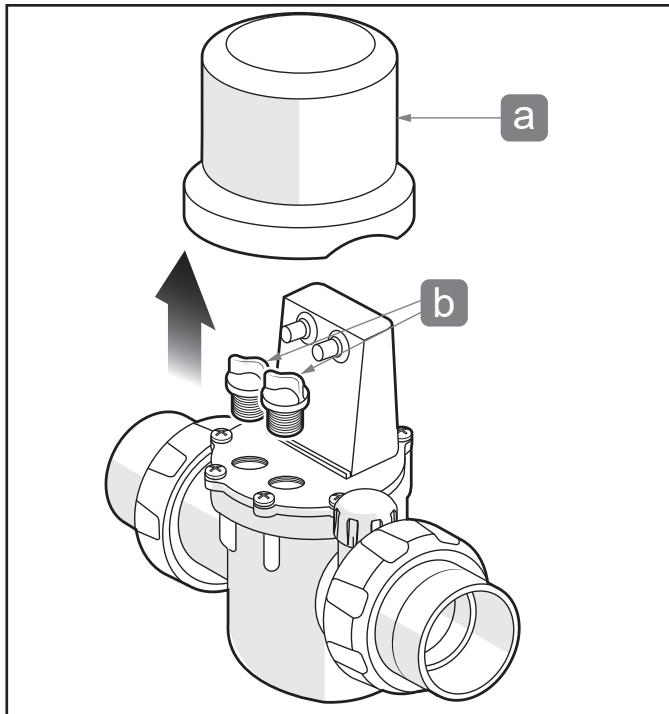

Figura 2. Extraiga la tapa y los tapones
3. Extraiga la tapa superior de Jandy TruSense, consulte la Figura 2(a).
4. Desatornille y retire los tapones de los sensores, consulte la Figura 2(b).